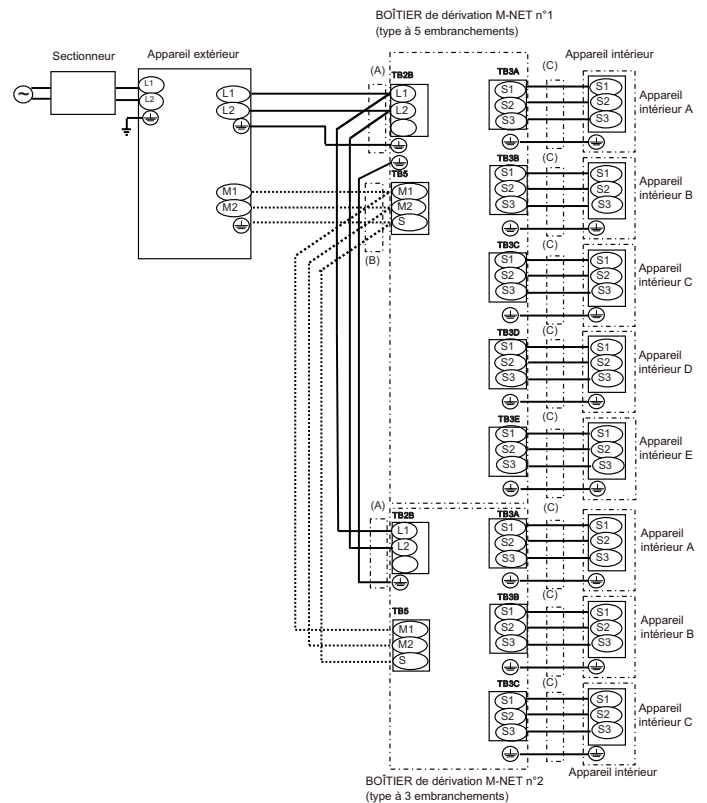

Fig. 8-9
(2) Retirez le capot de la tuyauterie.
(3) Passez le câblage dans le boîtier de dérivation via la plaque de tuyauterie et attachez-le à l'aide de la plaque de tuyauterie. (Reportez-vous à 8.1)
(4) Raccordez fermement chaque fil sur le bornier approprié. (Fig. 8-9)
(5) Réglez les commutateurs DIP. (Reportez-vous à 8.3)
(6) Remettez en place le capot électrique.
8.2. Procédure de câblage externe (Fig. 8-9)